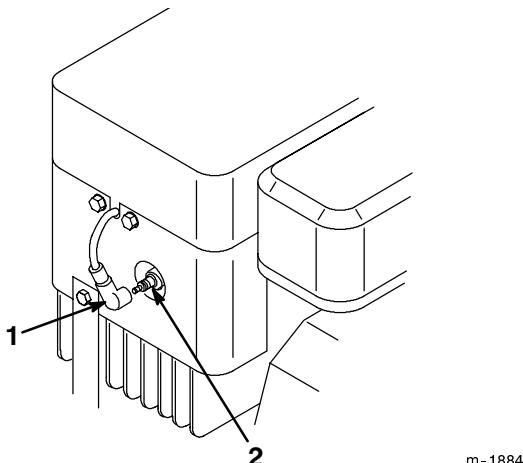

Bild 25
3. Ziehen Sie den Kerzenstecker von der Zündkerze (Bild 25). Reinigen Sie den Bereich um die Zündkerze, um zu verhindern, dass Schmutz in den Motor fallen und Schäden verursachen kann.
3. Drücken Sie das Zündkabel auf die Zündkerze (Bild 25).